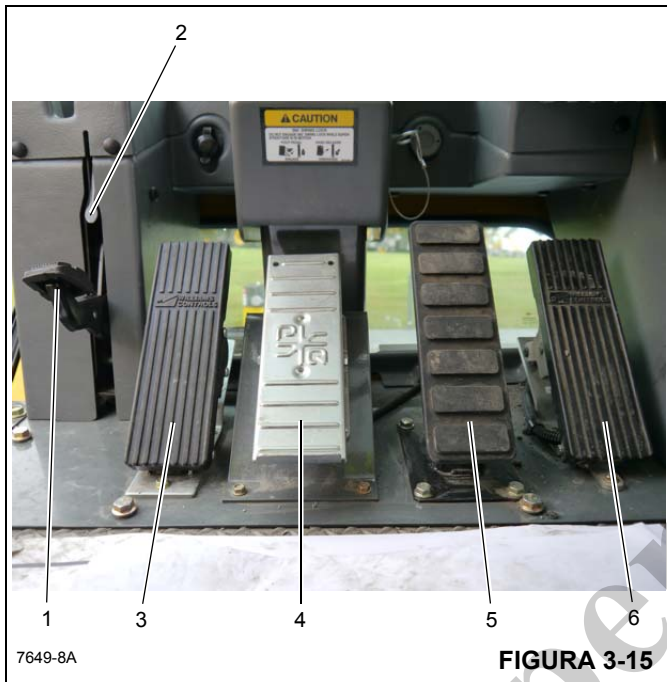

Figura 3-15 Números dos itens
O pedal da trava contra giro de 360° (1) (Figura 3-15) está localizado no lado esquerdo do piso da cabine do guindaste. O pedal é usado para acionar a trava contra giro para impedir que a superestrutura gire. Para liberar a trava contra giro, puxe a alavanca de liberação da trava contra giro de 360° (2).
O pedal do freio de giro (3) (Figura 3-15) localiza-se no lado esquerdo do piso da cabine. O pedal do freio de giro é usado para acionar o freio de giro para diminuir ou interromper o movimento de giro. A frenagem é proporcional ao pressionamento do pedal. Com o pedal não pressionado e a válvula de controle do freio de giro desengatada, a pressão hidráulica é aplicada ao freio vencendo a pressão da mola e soltando o freio. Pressionar o pedal aciona a válvula do freio de
O pedal de controle do telescópio (4) (Figura 3-15) é fornecido quando o guindaste está equipado com um guincho auxiliar. Localiza-se no meio do piso da cabine. Empurrar a parte superior do pedal para frente estenderá a lança e empurrar a parte inferior do pedal para baixo retrainará a lança.
O pedal do freio de serviço (5) (Figura 3-15) é o segundo pedal a partir da direita no piso da cabine. Pressionar o pedal controla o acionamento dos freios de serviço.
O pedal do acelerador (6) (Figura 3-15) localiza-se no lado direito do piso. Ele é usado para controlar a rotação do motor que aumenta ou diminui proporcionalmente com a pressão aplicada no pedal. O pedal é conectado eletricamente ao módulo de controle da superestrutura que envia o sinal ao ECM do motor através do data link J1939.